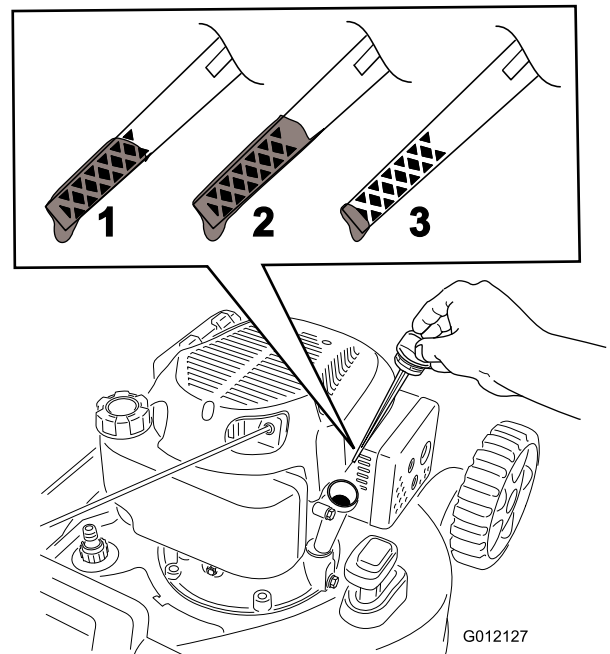

Bild 11
2. Ziehen Sie den Peilstab (Bild 11) heraus.
5. Nehmen Sie den Peilstab heraus und lesen Sie den Ölstand ab (Bild 11).